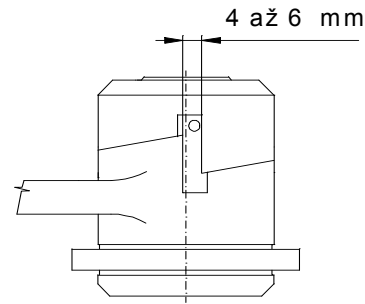

Abb.5
Bei der Montage gehen Sie umgekehrt vor. Auf die Nabe (1) setzen Sie die Bremsscheibe (2B), der Drehriegel (3) und die zweite Bremsscheibe (2A) auf. Führen Sie gesamte Baugruppe in den Kurbelarm (7) ein, setzen Sie die Feder (4) ein und schrauben Sie die Mutter (5) auf. Die Mutter ziehen Sie so fest an, dass das Spiel im Zahntrieb 4 – 6 mm beträgt (s. Abb. 5) und schrauben Sie die Schrauben (6) ein.